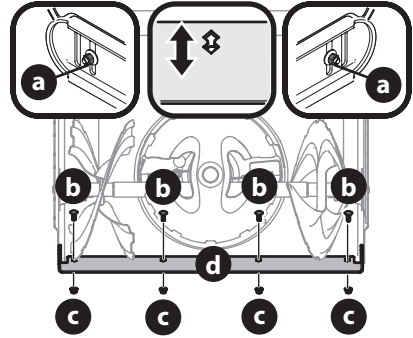

Figura 53
3. Afloje los pernos posteriores de las zapatas (a) a ambos lados de la caja de la barrena y extraiga los pernos del carro (b) y las tuercas hexagonales (c) que sujetan la placa de raspado (d) a la parte inferior de la caja de la barrena (Figura 53).
4. Ajuste la placa de raspado a una de las 2 posiciones de montaje. Vuelva a instalar y ajuste todos los pernos del carro, tuercas y fijadores de las zapatas antideslizantes que extrajo en el Paso 3 (Figura 53).